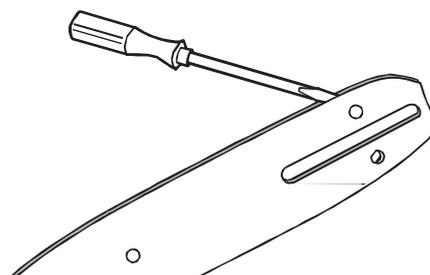

Figura 17
2. Após cada dez usos regulares, com uma chave de fenda ou espátula (não incluídas), retire os resíduos do trilho da barra. Isto manterá as passagens de óleo abertas para fornecer a lubrificação adequada à barra e à corrente. Ver Figura 17, à direita.